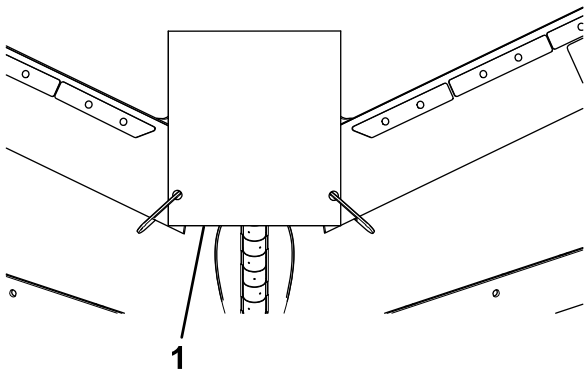

Figura 6
6. Fije en su lugar la correa central (Figura 6) tras alinearla del siguiente modo: